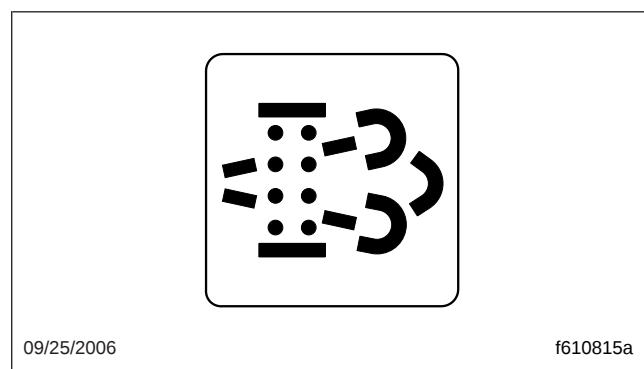

Fig. 11.3, Voyant d'état du DPF
- Un témoin de DPF allumé indique qu'une régénération est nécessaire. Voir la figure 11.3.